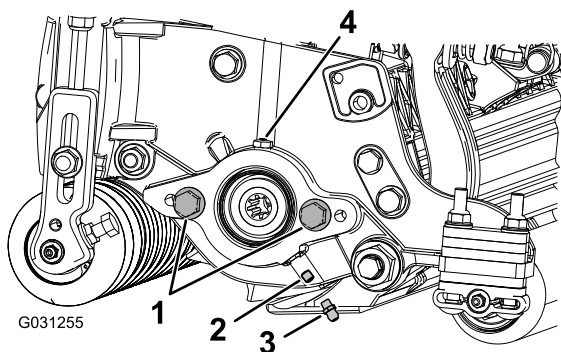

Рисунок 4
1. Выверните и удалите в отходы установочный винт на боковой пластине двигателя барабана (Рисунок 4).
- Установите прямую масленку (Рисунок 4).
- Если на боковой пластине двигателя барабана нет колпачковых винтов, установите их (Рисунок 4).